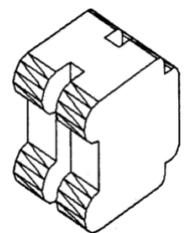

Рис. 2 После выдавливания, переноса, копирования и объединения
- 10) Выберите команду **«Сечение»** в панели **Тела** (рис. 2):